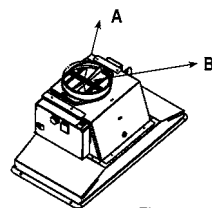

Fig. 1
1. Se conecta el tubo a la brida de salida de \varnothing 150 mm (fig. 1, A), la cuál se instala con cinta de sujeción (accesorio extra), y se controla que las tapas en el tubo de salida (contra obturador) (fig. 1, B) abren y cierran.